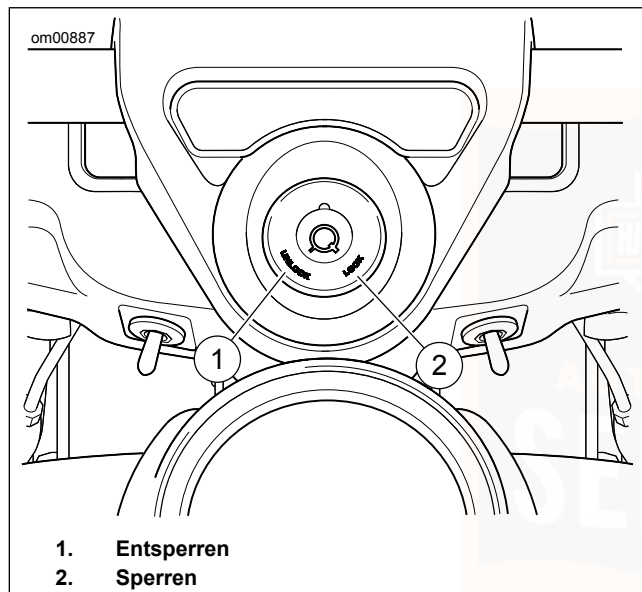

Abbildung 17. Gabelschloss: Road King-Modelle
FLHR, FLHRC, FLHRXS: Siehe Abbildung 17. Das Gabelschloss befindet sich an der Oberseite des Lenkkopfs hinter dem Scheinwerfertopf und ist in die Lenkerschellenverkleidung eingelassen.
2. Siehe Abbildung 17. Den Schlüssel einführen und gegen den Uhrzeigersinn in die LOCK-Stellung (versperrt) drehen. Den Schlüssel abziehen.